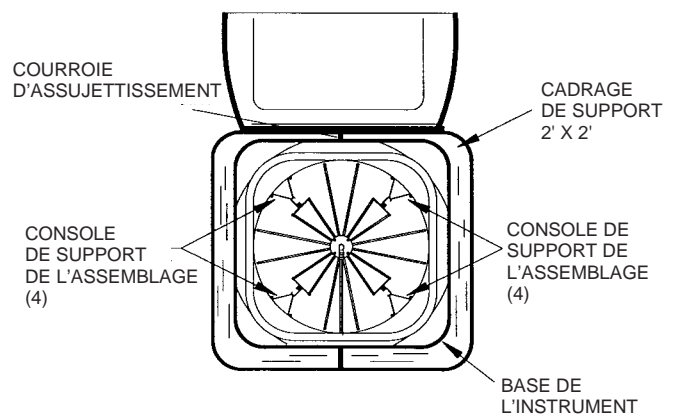

Figure 2—Vue de dessus de la valise
Avant de retirer les compostantes de la valise, noter leur disposition de manière à pouvoir les replacer plus facilement. Voir les figures 2 et 3.
- 1re Étape: Retirer les courroies aux deux endroits illustrés à la figure 2.